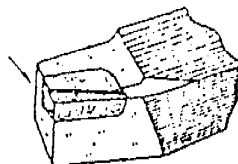
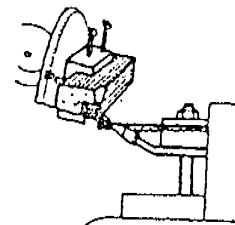

Figura 9
Figura 10
4. Es muy común que estas herramientas se les haga un "quebra-viruta" en la superficie de salida ( Figura 9 ); para esto es necesario utilizar una piedra especial ( piedra de esmeril diamantada - figura 10 ).